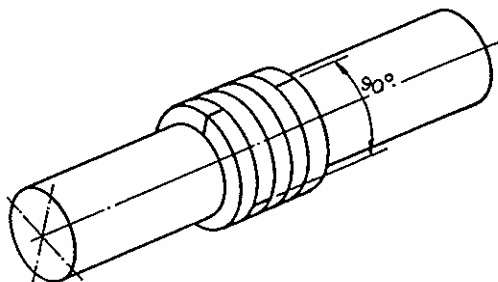

Fig. 15 – Posición de los anillos desplazados 90° uno del otro
- Proceder al montaje en la secuencia invertida a la del desmontaje, introduciendo cada pieza en el interior de la cámara del prensaestopas con la ayuda de la brida del mismo. Los anillos de la empaquetadura deberán ser montados de forma que sus extremos queden desplazados a 90° uno del otro. (Vea Fig.15).